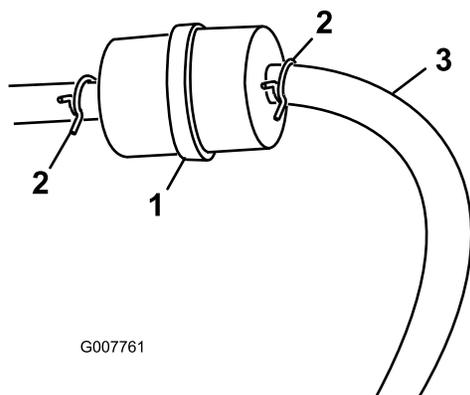

Figura 26
3. Premete le estremità delle fascette stringitubo ed allontanatele dal filtro (Figura 26).
5. Montate un nuovo filtro ed avvicinate le fascette stringitubo al filtro (Figura 26).
3. Allentate la fascetta stringitubo e spostatela in alto sul tubo del carburante, lontano dal filtro del carburante (Figura 26).
4. Scollegate il tubo del carburante dal filtro del carburante (Figura 26).
Nota: Lasciate spurgare la benzina in una tanica apposita o in una bacinella (Figura 26).
5. Collegate il tubo del carburante al filtro del carburante. Infilate la fascetta vicino al filtro del carburante, per fissare il tubo del carburante (Figura 26).